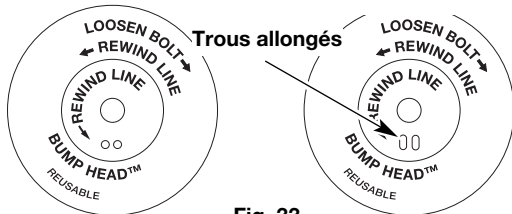

Fig. 33
**REMARQUE :** le SplitLineMC peut être utilisé seulement avec le moulinet intérieur à trous allongés. Le fil simple peut être utilisé avec les deux sortes de moulinet en vous référant à la Figure 33.